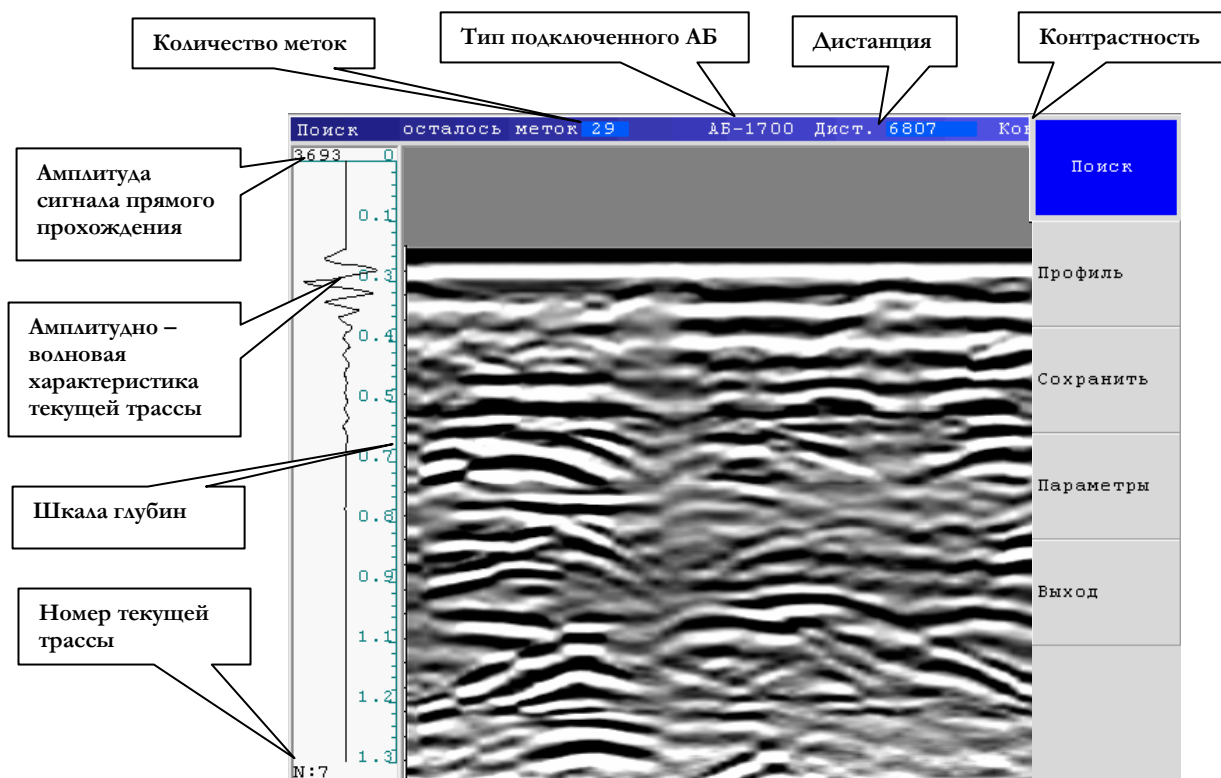

Рисунок 3.5.3 Окно меню «Измерения»
5. Нажать кнопку "Esc" для отображения меню режима "Измерения".(Рисунок 3.5.3).
Развертка – Установка времени приема сигналов в наносекундах. При изменении времени приема сигналов изменяется глубина зондирования, которая отображается на шкале глубин (рис. 3.5.3). Для каждого антенного блока используется свой шаг изменения развертки, определяемый автоматически по типу антенного блока. Количество шагов не более семи.